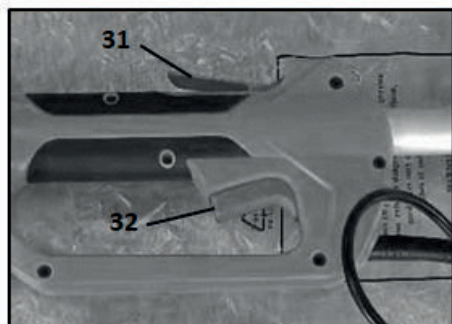

Рис.11
- Разблокируйте выключатель (32), нажав клавишу блокировки выключателя (31).
- Удерживая клавишу блокировки выключателя (31), нажмите курок выключателя (32) (Рис.11).